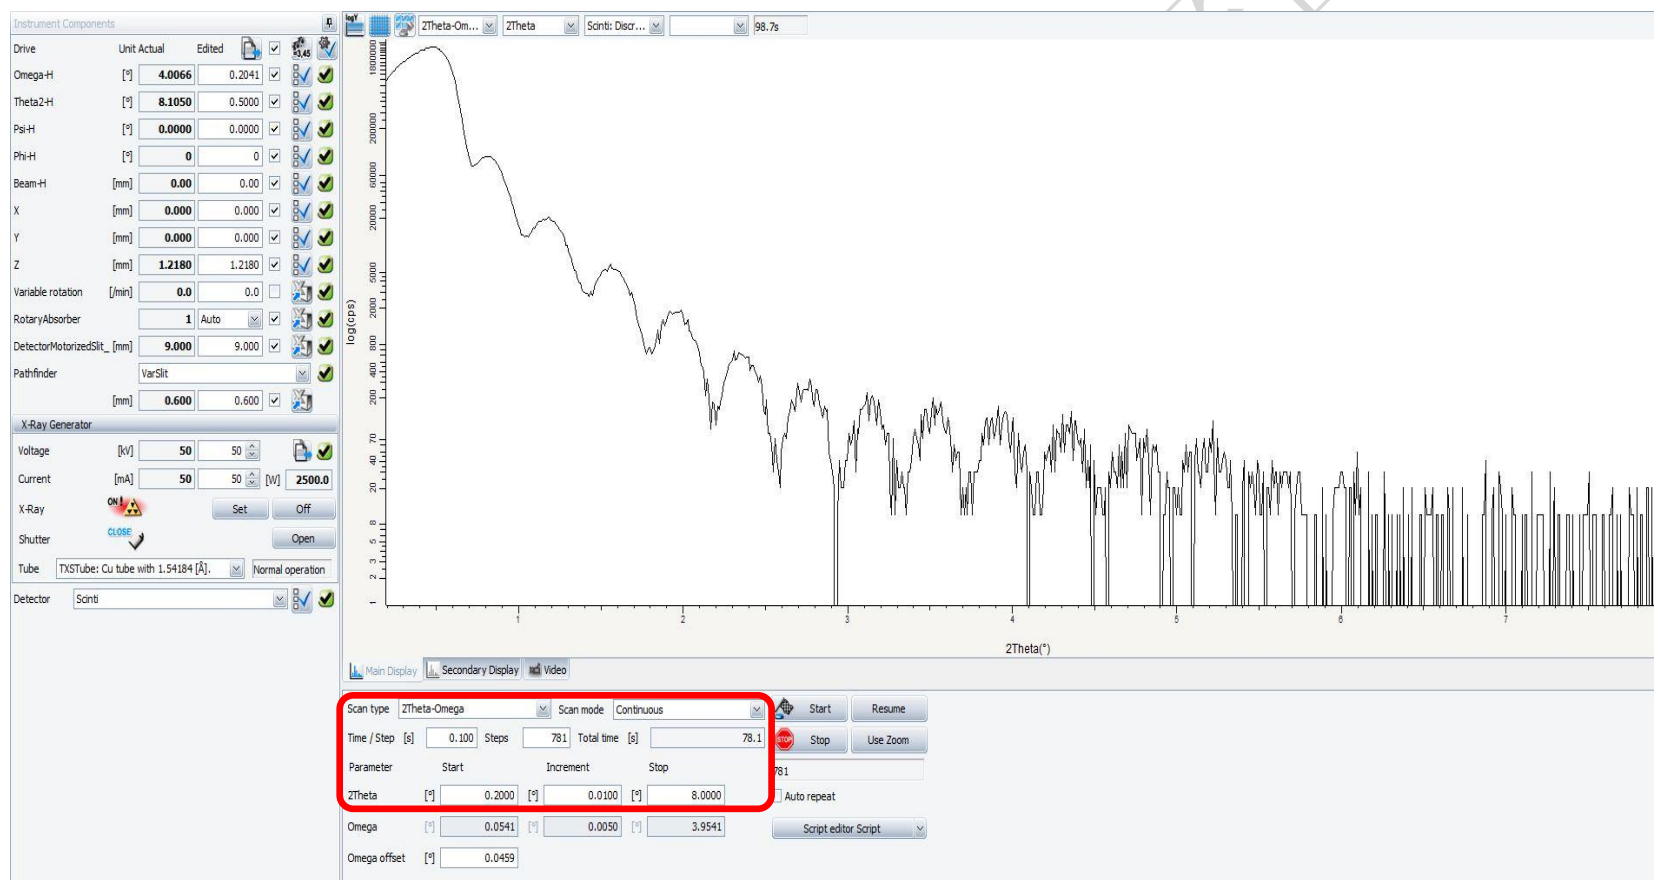

图 6-26 薄膜的 XRR 扫描
6.11.4 XRR 扫描: 扫描参数: Scan type: 2Theta-Omega, Scan range: 0.2 ~ 8.0°, Step size: 0.01°/step, Time/Step: 0.1s/step (图 6-26)。